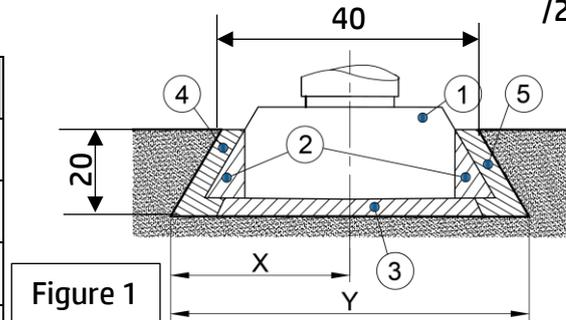

Figure 1
1. Compléter le tableau suivant ; par l'ordre des opérations (de 1 à 5) à effectuer pour réaliser la queue d'aronde en se référant à la figure 1 ci-contre :